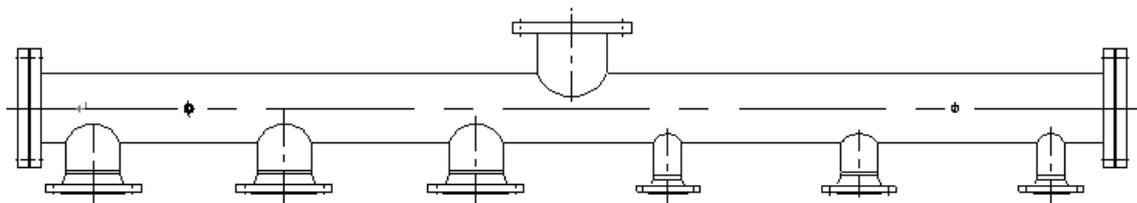

图 25 分流管
**用途：**用于组合释放系统中，汇集灭火剂，再送入相应分区管网中。具体型号根据工程实际来确定。外观如图 25。